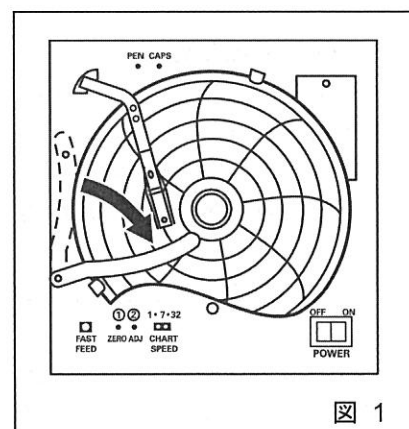

図 1
1. ペンリフターの先端を少し持ち上げるようにしてペンリフターストップパーからはずし、図 1 のように時計方向へ回します。